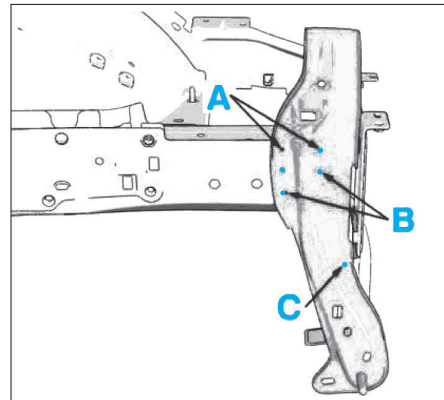
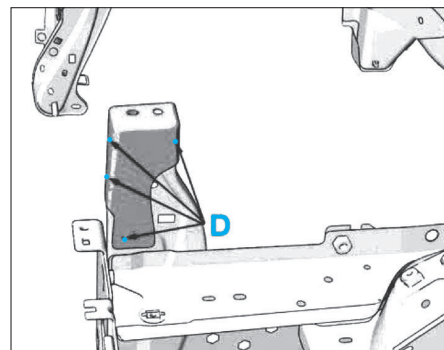

FIG. 4
FIG. 5a
- Poser et souder la pièce neuve aux endroits indiqués A, B, C et D (Fig.4) et (Fig.5a).